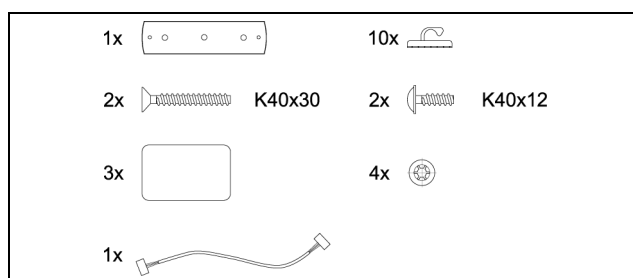

Abb. 1: Beigelegtes Zubehör
- Beigelegtes Zubehör (Abb. 1)